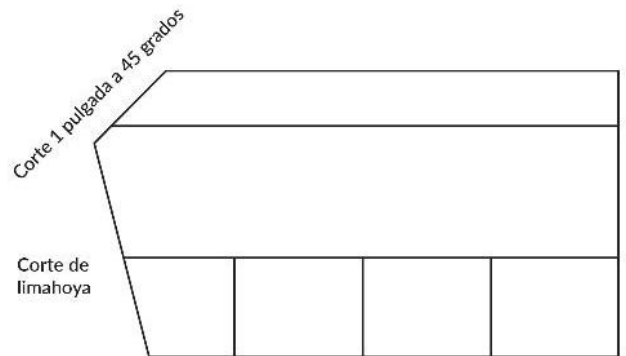

Figura 9
F-Wave recomienda el uso de un método de limahoya descubierta. Para conocer otros métodos de instalaciones de limahoyas, visite fwave.com y consulte el boletín técnico actual. Es importante tener en cuenta que todos los tapajuntas de limahoyas deben estar colocados antes de instalar las tejas cerca de las limahoyas. Para la aplicación, comience con una capa de una membrana impermeabilizante autoadherente de superficie lisa, no granulada de un mínimo de 36 pulgadas (915 mm) de ancho e instálela directamente sobre la plataforma de techo. En seguida, sujete la capa base sobre la membrana impermeabilizante autoadherente de superficie lisa, no granulada. Corte 1 pulgada (25 mm) a un ángulo de 45° de la esquina superior de la teja que entra a la limahoya. Vea la **Figura 9**.
- Instale la primera hilera de tejas a lo largo del alero hasta que llegue al centro de la limahoya. Recorte la teja en la limahoya de manera que coincida con la línea de tiza y que también tenga un corte de 1 pulgada (25 mm) a un ángulo de 45° de la parte superior de la teja. Vea la **Figura 9**.